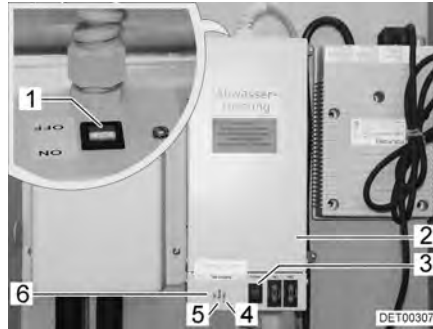

Bild 123 Transformator med regulator
Transformatorn 230 V AC/12 V DC (Bild 123,2) är beroende på modell monterad i klädsåpet eller i den främre bänken på sittgruppen.
- Kontrollampa (Bild 123,5) lyser grönt: Regleringen aktiv
- Kontrollamporna (Bild 123,4 och 6) lyser rött: Avloppsledningarna värms upp
I huset sitter en återfjädrande kontrollknapp (Bild 123,3) med vilken regulatorn kan tas i drift under en kort tid. Genom att trycka på den återfjädrande kontrollknappen låter sig uppvärmningen testas, även när omgivningstemperaturen ligger över 5 °C.
- Ställ brytaren (Bild 123,1) på transformatorn (Bild 123,2) på "ON".
- Ställ brytaren (Bild 123,1) på transformatorn (Bild 123,2) på "OFF".